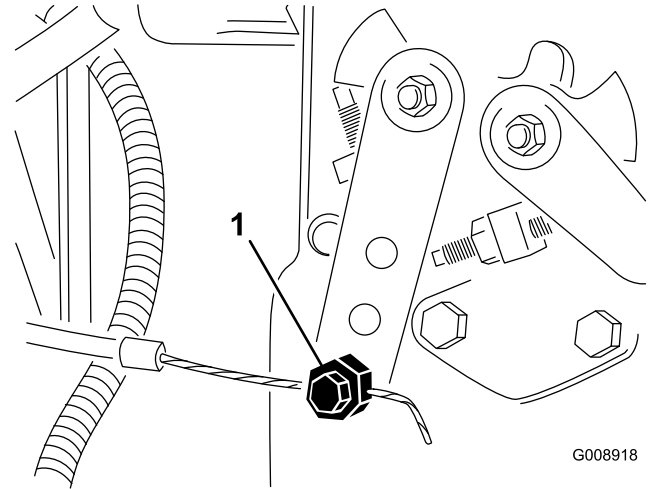

図 73
2. 噴射ポンプのレバーアーム 図 73 の部分にあるスロットルケーブルのコネクタをゆるめる。